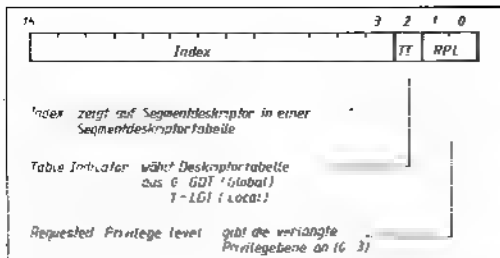
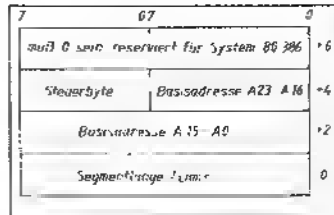
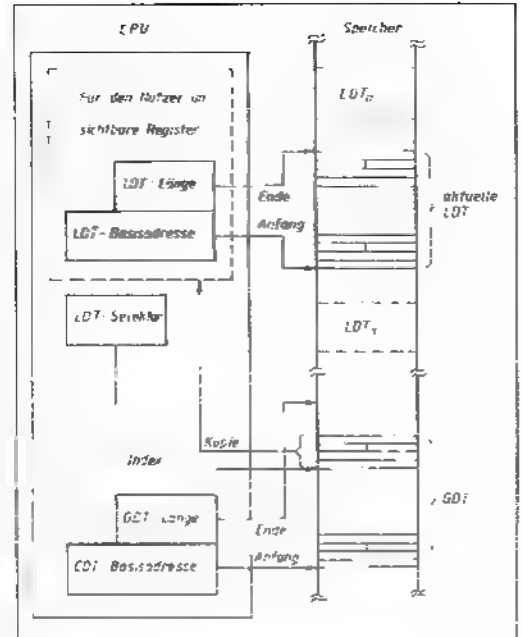

Bild 8.5 Aufbau eines Segmentselektors
Bild 8.7 Segmentdeskriptor
Bild 8.10 Globale und lokale Deskriptortabellen
Eine 24-Bit-Speicheradresse wird im Protected-Mode durch lineare Addition von einer 24-Bit-Segment-Basisadresse und einem 16-Bit-Offset gebildet. Der wesentliche Unterschied zum Real-Address-Mode liegt in der neuen Bedeutung der Segmentregister CS, DS, SS und ES. Diese Register enthalten nicht mehr die Segment Basisadresse, sondern einen Segmentselektor. Deshalb heißen sie im Protected-Mode auch Selektorreister. Wie Bild 8.5 zeigt, dienen Bit 15...3 eines solchen Segmentselektors als Segmentdeskriptor-Index. Das ist ein Index für den dazugehörigen Segmentdeskriptor, der sich innerhalb einer im Speicher angelegten Segmentdeskriptor-Tabelle befindet. Dieser Segmentdeskriptor enthält nun die 24 Bit breite Segment-Basisadresse, aus der durch Addition mit dem 16-Bit-Offset die physische Speicheradresse (A0...A24) gebildet wird.
Der Umweg über die Segmentdeskriptor-Tabelle erwirkt einige Vorteile. Bild 8.7 zeigt den Aufbau eines Segmentdeskriptors. Er hat eine Länge von 8 Byte und enthält neben der Segment-Basisadresse noch die Länge des Segments und ein Steuerbyte, das den Typ des Segments und die Zugriffsrechte definiert. In den Bildern 8.8 und 8.9 sind die Formate der Steuerbytes für Daten- und Code-segmente angegeben. Die Angaben im Steuerbyte ermöglichen mehrere Speicherschutzfunktionen. Bei jedem Speicherzugriff wird automatisch die Einhaltung der festgelegten Segmentgrenzen (Länge) und Zugriffsrechte überprüft. Verletzungen dieser Bedingungen lösen spezielle Interrupts (Exceptions) aus.
80286-Programme werden in Programmelemente, sogenannte Tasks, mit getrennten Speicherzugriffsrechten aufgeteilt. Die Segment-Deskriptoren aller Speichersegmente, die von einer Task benutzt werden, sind in zwei Deskriptortabellen enthalten (Bild 8.10). Die **Global-Deskriptor-Table** (GDT) enthält die Deskriptoren der von allen Tasks nutzbaren globalen Segmente. Die **Local-Deskriptor-Table** (LDT) enthält Deskriptoren von privaten Segmenten einer Task. Die Auswahl zwischen beiden Deskriptortabellen wird durch das TI-Bit im Segmentselektor getroffen (vergleiche Bild 8.5). Mit den 13 Bit des Segmentdeskriptor-Index werden  $2^{13} = 8192$  Segmentdeskriptoren (je 8 Byte) in einer Segmentdeskriptor-Tabelle adressiert. Somit stehen einer Task maximal  $2^{14}$  Speichersegmente (8192 globale und 8192 lokale) mit einer Länge von je 64 KByte ( $2^{16}$  Byte) zur Verfügung. Daraus ergibt sich ein virtueller Adreßraum von einem Gigabyte ( $2^{30}$  Byte) je Task.
sichtbaren 16-Bit-LDT-Selektor vom Format nach Bild 8.5 wird durch den Index die Lage des LDT-Deskriptors in der GDT festgelegt. In einem verdeckten 40-Bit-Cache-Register wird eine Kopie des aktuellen LDT-Deskriptors mitgeführt. Mit dem Befehl LLDT wird nur der Selektor der aktuellen LDT geladen, der mit dem Index zum Deskriptor der aktuellen LDT zeigt. Das Kopieren des entsprechenden Segmentdeskriptors, also Steuerbyte, LDT-Basisadresse und -Länge, in die CPU erfolgt dann automatisch. Wie in Bild 8.7 dargestellt, kann es mehrere LDT geben, deren Deskriptoren sich in der GDT im Speicher befinden.
Jedem Segment wird eine der vier Privilegeebenen zugeordnet und als Descriptor-Privilege-Level (DPL) im Steuerbyte des Segmentdeskriptors kodiert (Bilder 8.8 und 8.9). Die Privilegeebene des aktuell ausgeführten Programms, **Current-Privilege-Level** (CPL), wird im RPL-Feld (vergleiche Bild 8.5) des aktuellen Codesegment-Selektors vorgegeben, also in Bit 1 und 0 des CS-Registers. Innerhalb einer Task muß CPL also nicht konstant bleiben, sondern kann sich, abhängig vom gerade ausgeführten Programm (Codesegment), ändern.
- Für den kontrollierten Übergang zwischen den Privilegeebenen gibt es spezielle Deskriptoren: sogenannte CALL-Gates. Ein solcher Deskriptor (ähnlich wie in Bild 8.7) enthält den Selektor des Ziel-Codesegments (also den Verweis auf den entsprechenden Code-segment-Deskriptor) und den Offset des Eintrittspunktes in dieses Codesegment. Für den Aufruf eines CALL-Gate gelten die Bedingungen